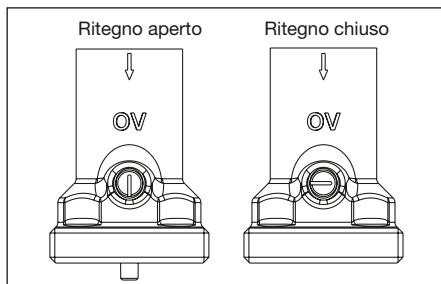

Fig. 7 Posizione freno di gravità "Regumat S"
1. Rimuovere la parte frontale della coibentazione (1)
2. Estrarre il blocco di fissaggio (2)
3. Rimuovere il gruppo (3) dalla parte posteriore della coibentazione (4)
4. Posizionare la parte posteriore della coibentazione (4) perpendicolarmente alla parete ed utilizzarla come dina per eseguire i fori (fig. 7)